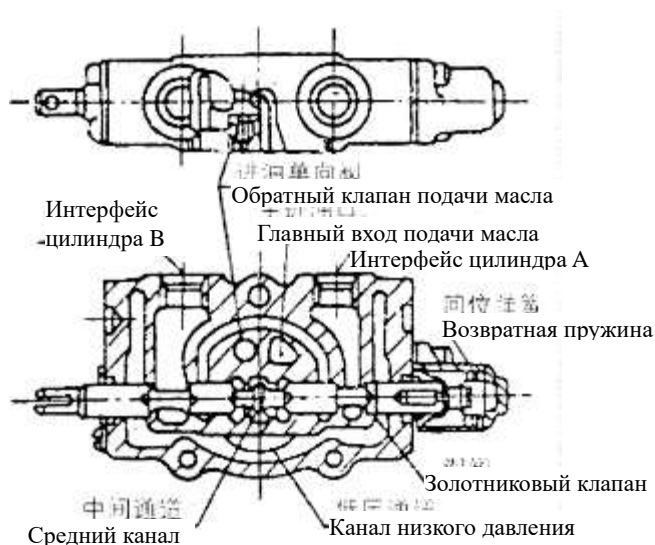

Рис. 7-2
(1) Нейтральная позиция (Рис. 7-2)